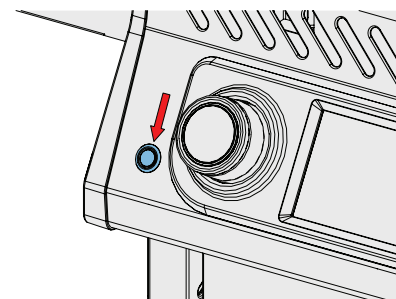

Fig. 2
3. Appuyez sur l'interrupteur **MARCHE / ARRÊT**. (Fig. 2)